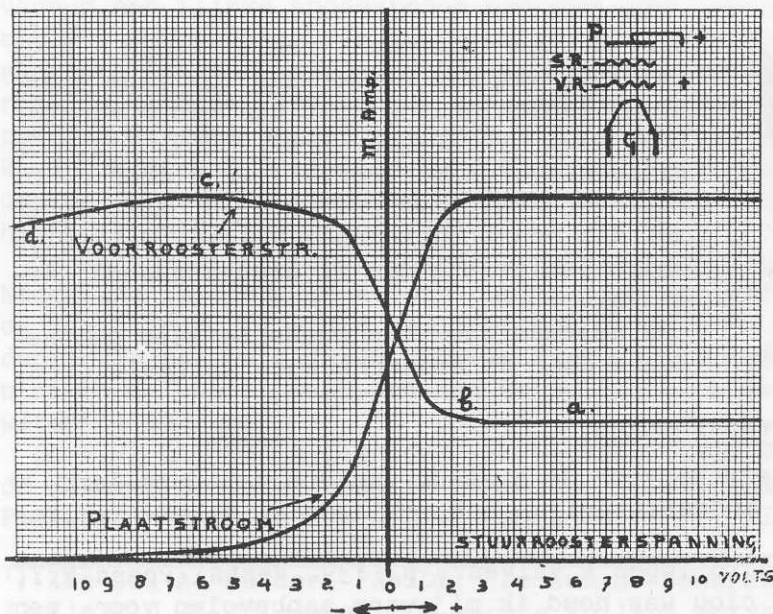

Fig. 1.
Het wordt nu tijd om even stil te staan bij een bijzondere eigenschap van de R-tetrode. Als u kijkt naar fig. 1 dan ziet u daar de plaatstroom en de voorroosterstroom als functie van de spanning op het stuurrooster. Het blijkt dat de stromen naar het voorrooster/ruimteladingsrooster en naar de anode/plaat in "tegefase" zijn. Bijzonder is dus de stroom van het ruimteladingsrooster, die groter wordt met een toenemend negatief potentiaal op het stuurrooster. Bovenstaande aspecten worden diepgaand behandeld in ref. 1, 3, 16, 29, 39, 42, 43 en 48 van de literatuurlijst. Het "tegenfasegedrag" van de R-roosterstroom vormt de basis van de N.R.-oscillator. (Wordt vervolgd)